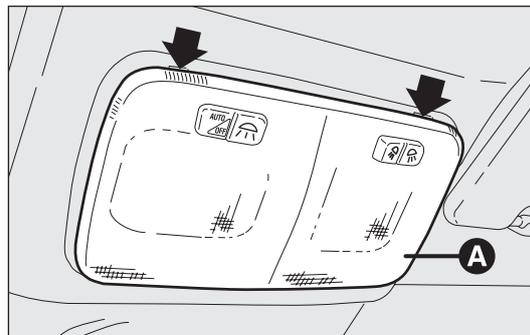
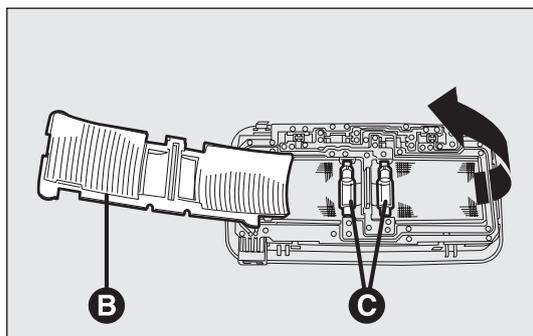

fig. 200
fig. 201
- agire nei punti indicati dalle frecce e rimuovere la plafoniera A-fig. 200;
- aprire lo sportellino di protezione B-fig. 201;
- sostituire le lampade C-fig. 201 svincolandole dai contatti laterali accertandosi che le nuove lampade risultino correttamente bloccate tra i contatti stessi;
- richiudere lo sportellino B-fig. 201 e fissare la plafoniera A-fig. 200 nel proprio alloggiamento accertandosi dell'avvenuto bloccaggio.